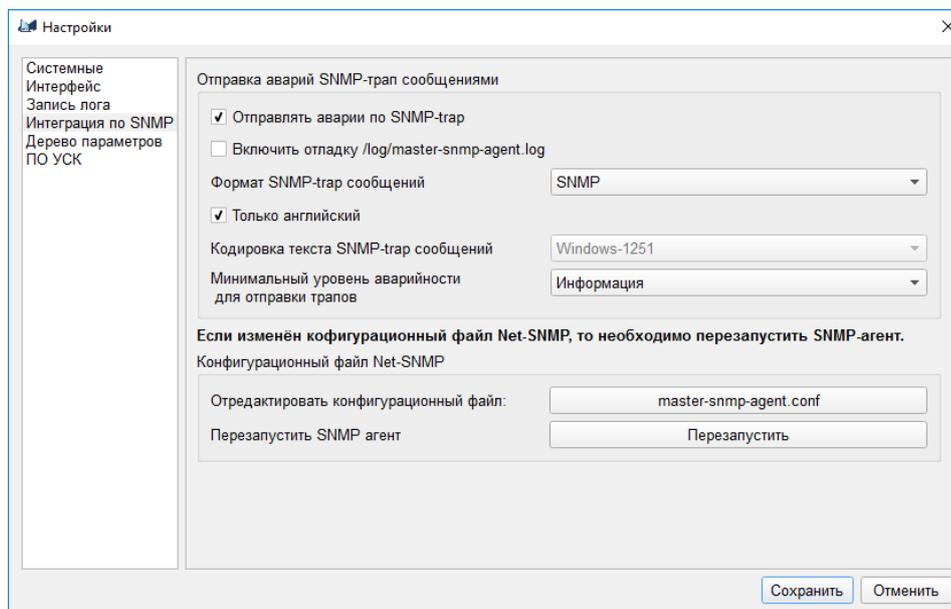

Рис. 14
3.5.5.2. Общий вид раздела настроек "Интеграция по SNMP" приведен на рис. 14.